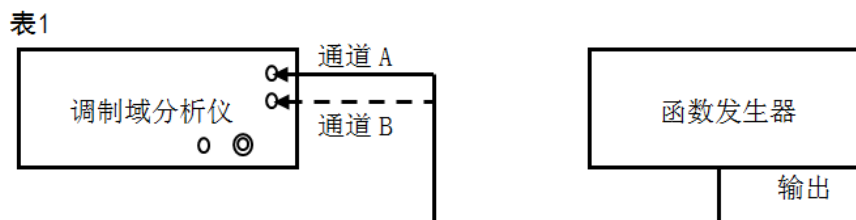

图 8.1 连接示意图 1
- a) 如图 8.1 所示连接测试仪器, 将函数发生器连接到调制域分析仪通道 A 或通道 B;